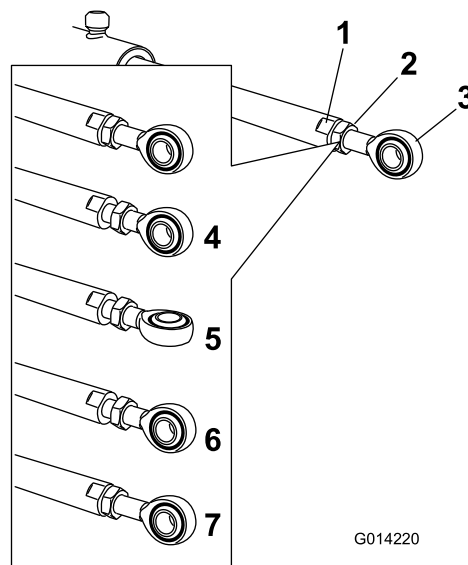

图 107
5. 使用扳手将提升器杆固定在杆的平面处然后松开锁紧螺母图 107。
6. 转动提升器杆上的杆端将延伸的提升器缩短或延长至所需的位置图 107。